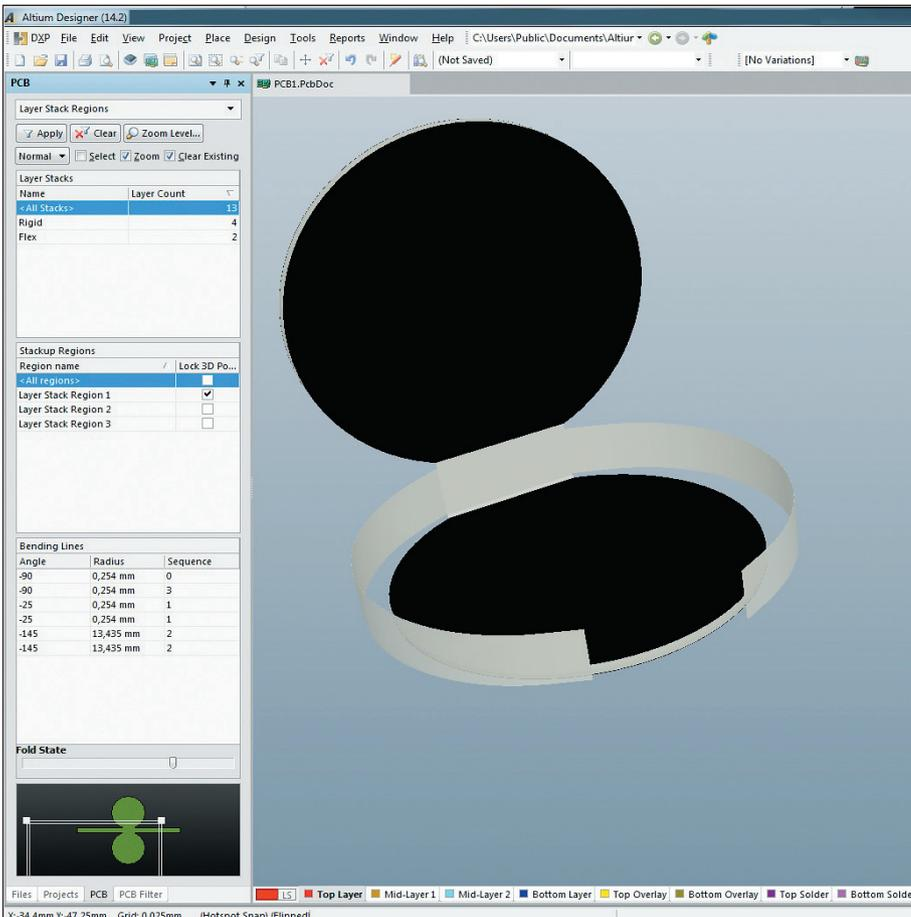

Рис. 10. 3D-визуализация гибки платы
- *Fold Index* – устанавливается порядок воспроизведения сгиба при передвижении движка *Fold State* (рис. 10). Если у всех линий сгиба *Fold Index* установлен в значение "0", сгибание будет происходить одновременно на всех линиях.
После того как все параметры заданы, в режиме 3D можно увидеть результат (рис. 10).